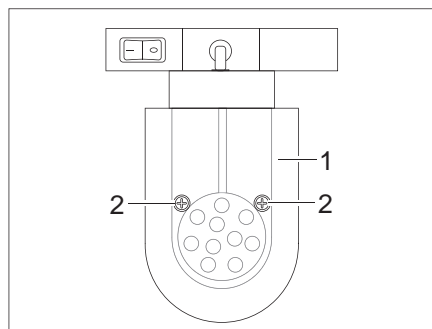

Fig. 276 Faretto a LED (mobile)
- Svitare le viti di fissaggio (Fig. 276,2).
- Rimuovere il vetro della lampada (Fig. 276,1).